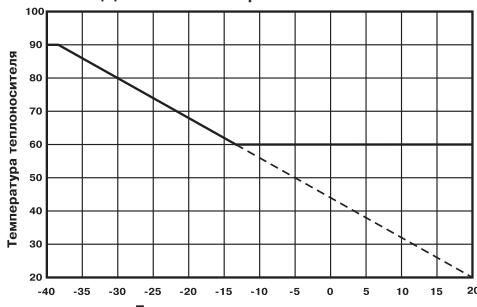

Рис.11 График зависимости температуры воды от температуры наружного воздуха.
7.4.7. Если установлен датчик наружной температуры, имеется возможность включить режим погодозависимого регулирования (см. пункт 7.5.9.). Для корректной работы в этом режиме необходимо отключить датчик температуры воздуха в помещении (22). Прил.1. Установите необходимую температуру воды при определенном значении температуры улицы. Для расчета графика регулирования используются две точки. В качестве первой точки используются введенные в пункте меню значения, а в качестве второй точки используются значения: 20°C теплоносителя при 20°C наружного воздуха. Например, при указанных параметрах (80°C теплоносителя при -30°C на улице) график регулирования будет выглядеть как на рис. 11.